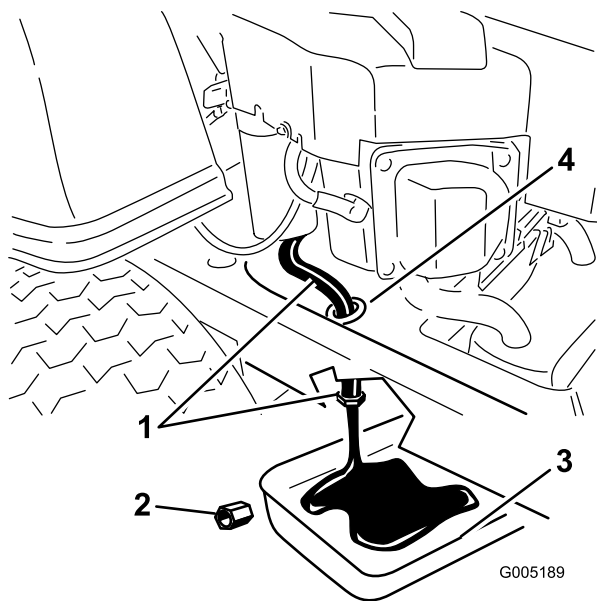

Figure 30
5. Trouvez l'emplacement du flexible de vidange d'huile du côté droit du moteur. Le bouchon de vidange est fixé à un flexible de vidange acheminé par un orifice de vidange sur le châssis de la machine (Figure 30). Nettoyez autour du bouchon et du flexible de vidange d'huile.
6. Placez un bac de vidange sous la machine, juste sous l'orifice de vidange du châssis, comme illustré à la Figure 30.
7. À l'aide de deux clés (l'une pour tenir le flexible de vidange d'huile et l'autre pour desserrer le bouchon), retirez le bouchon de vidange d'huile (Figure 30).
13. Quand toute l'huile s'est écoulée, remplacez le bouchon de vidange. Serrez le bouchon à 14 Nm (125 po-lb). Essuyez l'excédent d'huile (Figure 30).